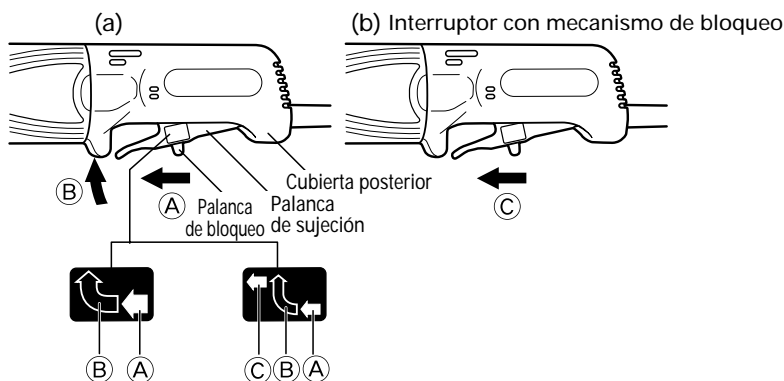

Fig. 3
**ON:** Para poner la máquina en funcionamiento, deslice la palanca de bloqueo (A) y después la palanca de sujeción en el sentido de (B) como se muestra en la Fig 3-a.
Además, deslice la palanca de bloqueo en el sentido de (C) como se muestra en la Fig.3-b manteniendo presionada la palanca de sujeción para permitir la operación continua.
**OFF:** Para desactivar el modo de bloqueo, presione la palanca de sujeción en el sentido de (B), como se indica en la Fig.3-a, y suéltela a fin de parar la máquina.